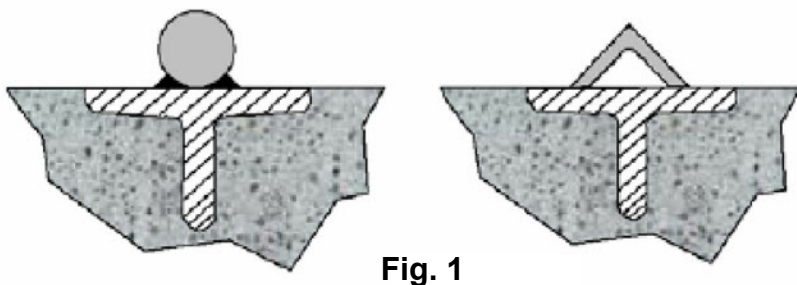
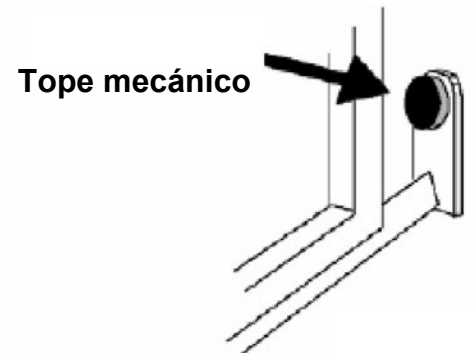
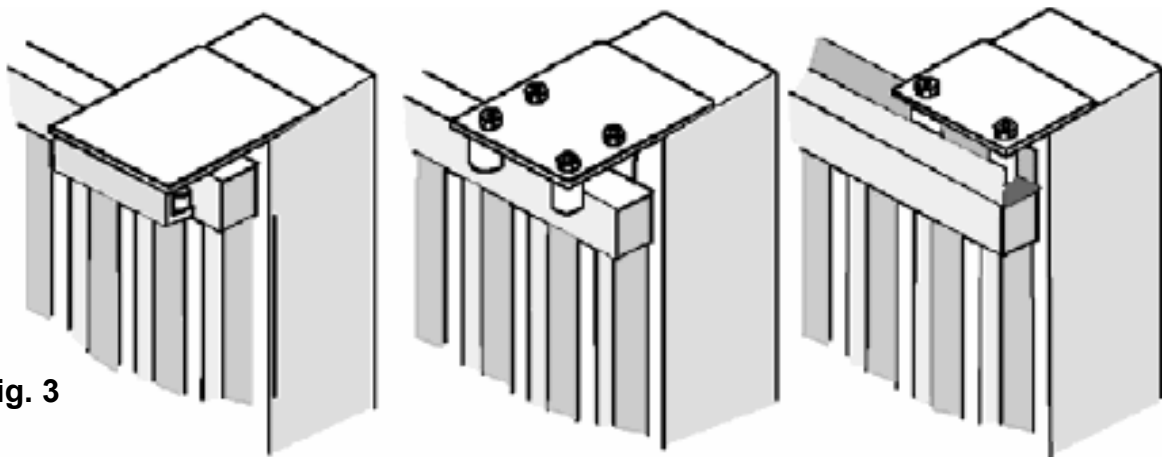

Fig. 1
Fig. 2
Fig. 3
- Antes de proceder al montaje del automatismo controlar el buen funcionamiento de la cancela. Asimismo es conveniente verificar que la guía de desplazamiento a tierra (**Fig. 1**) no presente malformaciones, que se encuentre perfectamente nivelada y que el tope mecánico en apertura esté presente (**Fig. 2**), para evitar que la cancela salga de las guías superiores (**Fig. 3**).
- Verificar que la guía de desplazamiento superior (**Fig. 3**) esté fijada firmemente y que la cancela se desplace libremente.
Posicionar la placa suministrada (**Fig. 1**) a una distancia de **50 mm/MAX** del borde de la cancela y perfectamente escuadrada, con un ángulo de 90°.
Posicionar el motorreductor y fijarlo con los pernos suministrados. **A** (**Fig.2**).
Fijar firmemente la cremallera en la cancela, dejando una distancia de 2 a 3 mm. desde el piñón del motor (**Fig.3**).